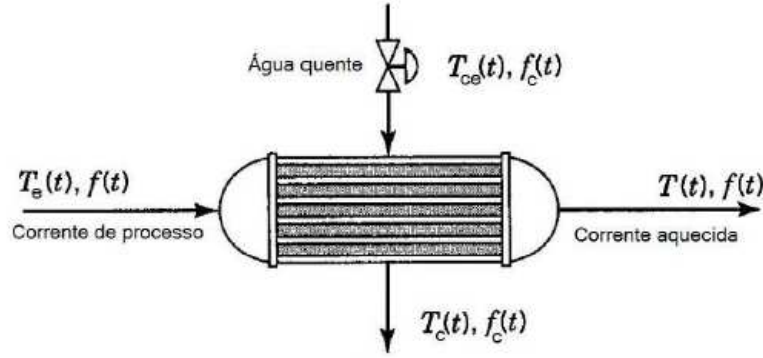

Figura 4: Sistema trocador de calor.
11. Seja o sistema trocador de calor dado na Figura 4.